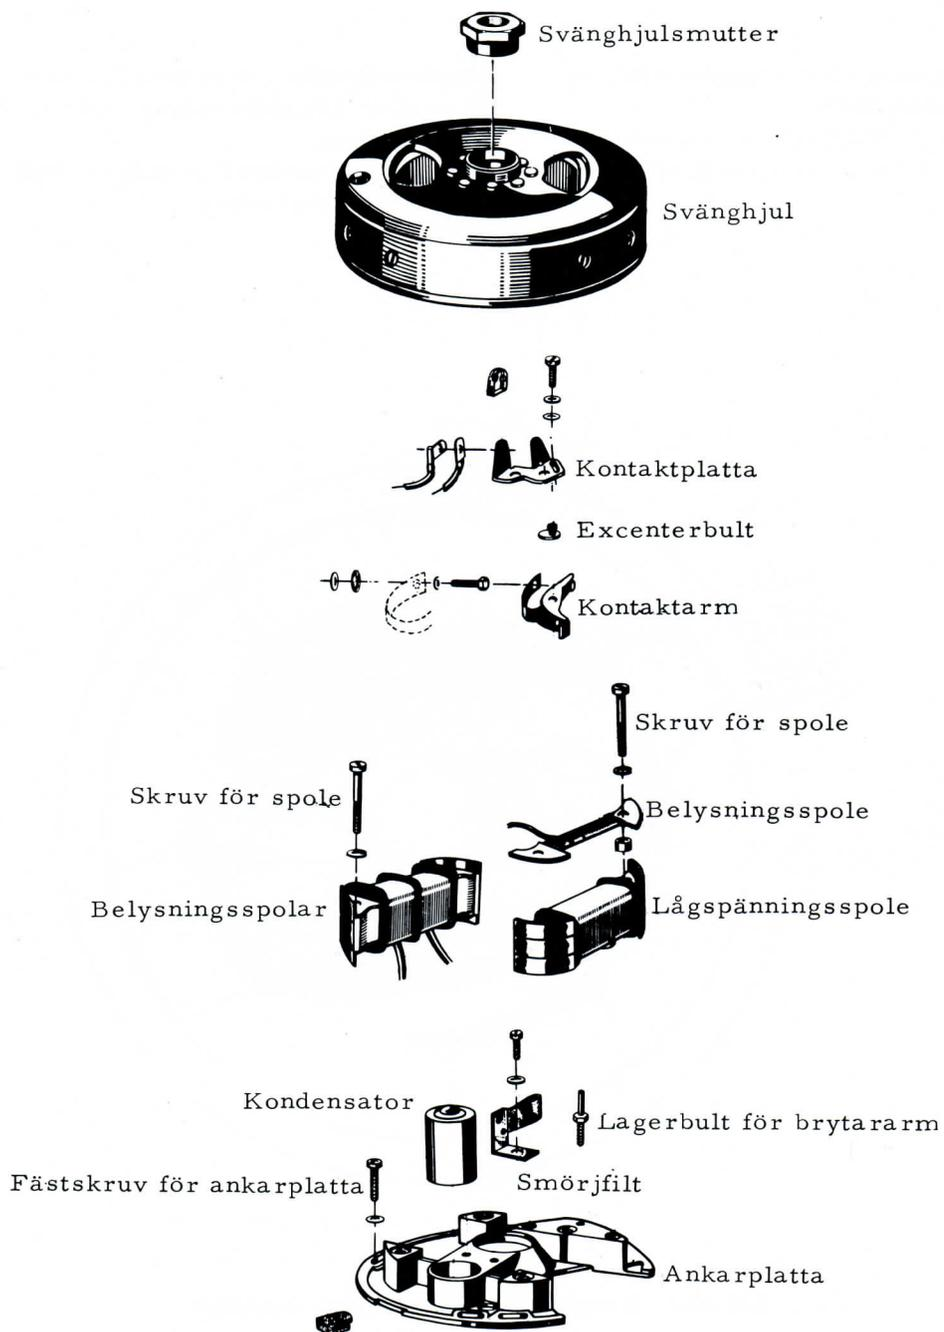

Bild 32-2 Svänghjulståndgenerator
1. Ta bort spärryttaren och lossa muttern, som håller ledningen, från kondensatorn och tändspolen. (Se bild 32-2).